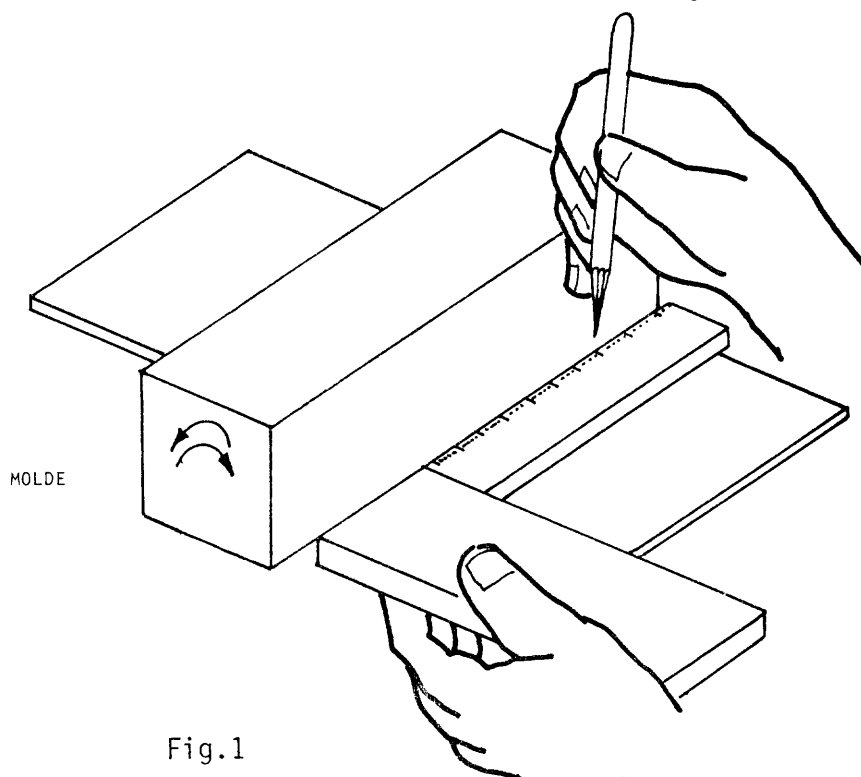

Fig.1
- a Coloque el molde sobre el cartón, aproximadamente en el centro del mismo, a escuadra con el lado mayor (fig.1).